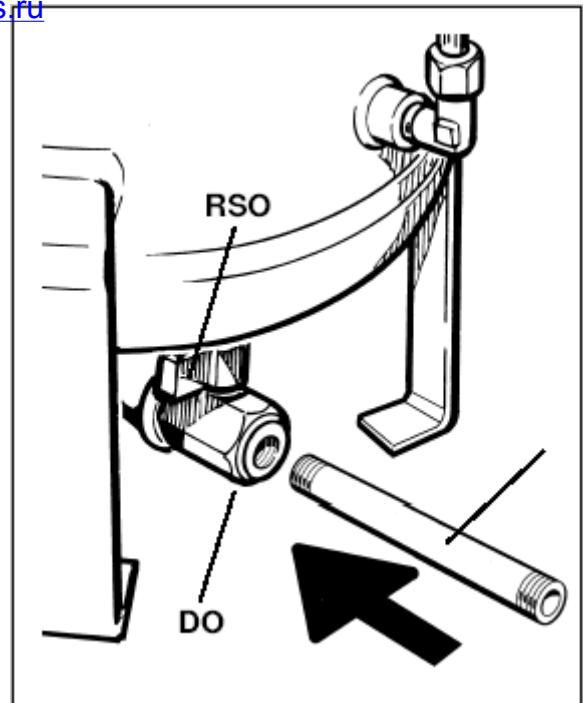

рис.21.
- Подсоединить прилагаемый штуцер **R**, который должен сообщаться с накопительной емкостью, к креплению **DO** после снятия предохранительной пробки (**рис.21**).
- Приоткрыть сливной клапан **RSO** (**рис.21**).